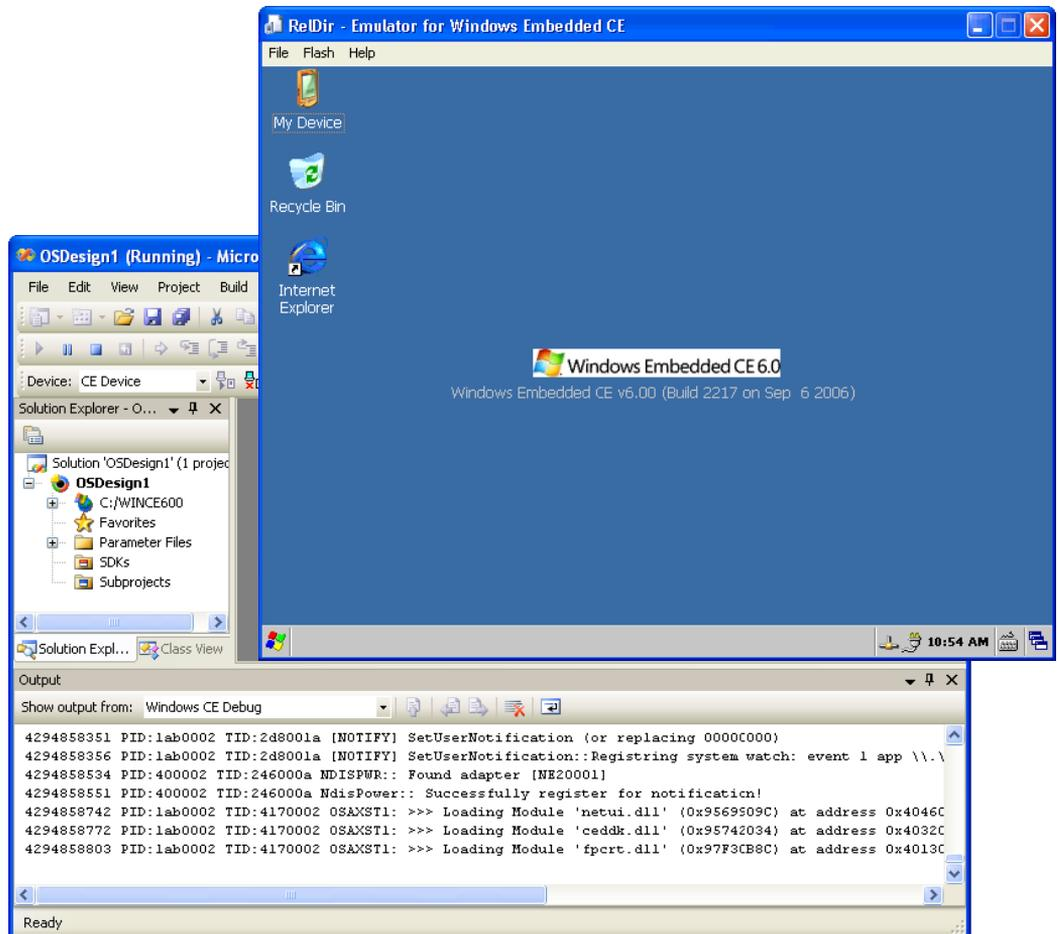

Abbildung 2.11 Windows Embedded CE-Geräteemulator
4. Warten Sie bis der Startprozess abgeschlossen ist, um mit dem Geräteemulator zu arbeiten und die Features des OS Designs zu testen (siehe Abbildung 2.11).